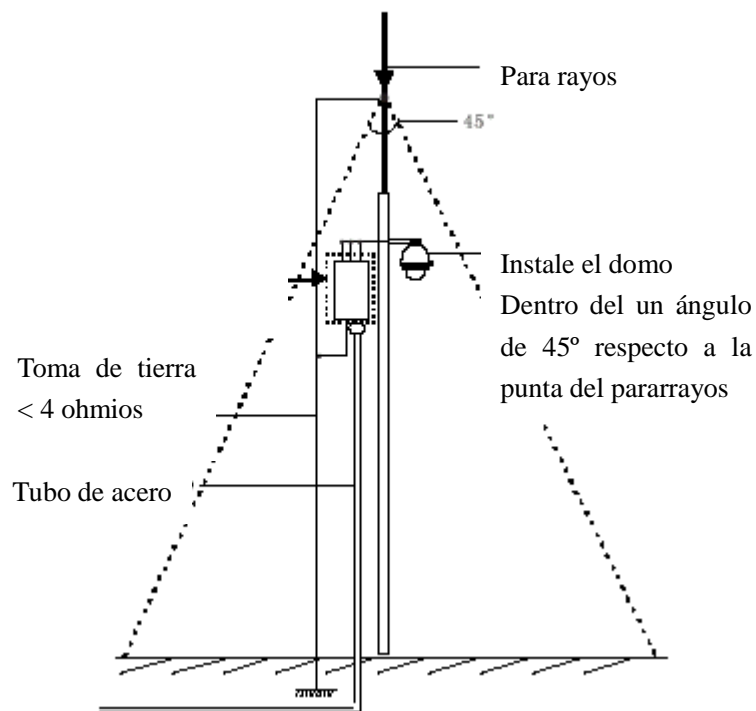

Figura 36
- El sistema debe tener conexión a tierra. La conexión a tierra debe cumplir los requisitos de seguridad eléctrica y en cortocircuito con la red de alta tensión de electricidad. Cuando el sistema se instala por separado, la resistencia de toma de tierra debe ser $\leq 4 \Omega$ y la sección de conductor debe ser $\leq 25 \text{ mm}^2$ (Figura 36).